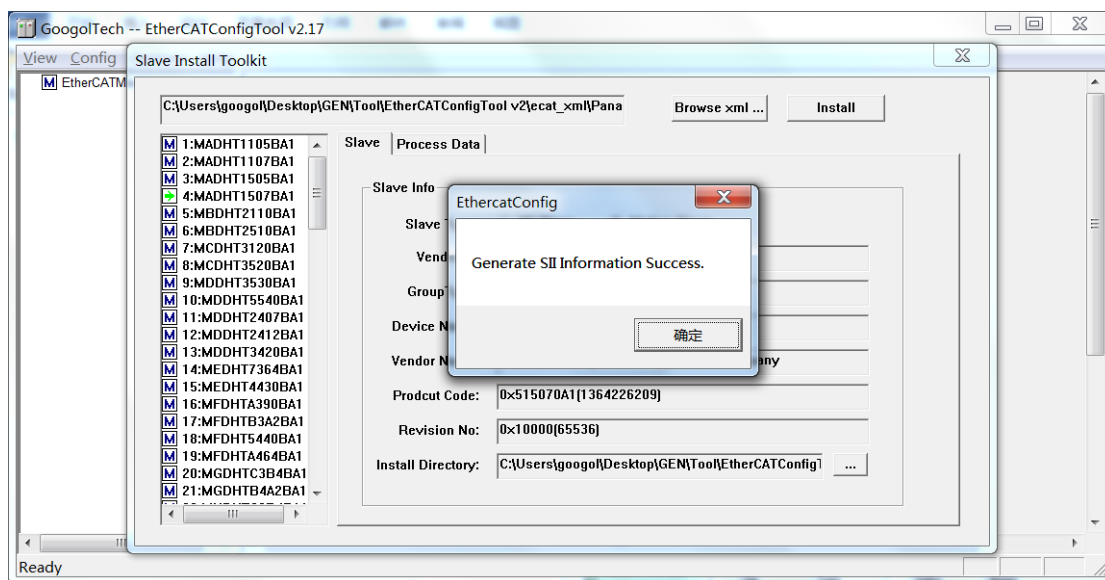

图11
1. 安装设备文件（xml → sii），菜单栏“Options”，选择“Import Xml...”，打开Slave Install Toolkit,选择xml文件,执行install,即可转换出对应的sii文件，这里我们使用松下A5驱动器的XML文件作为例子，如图11